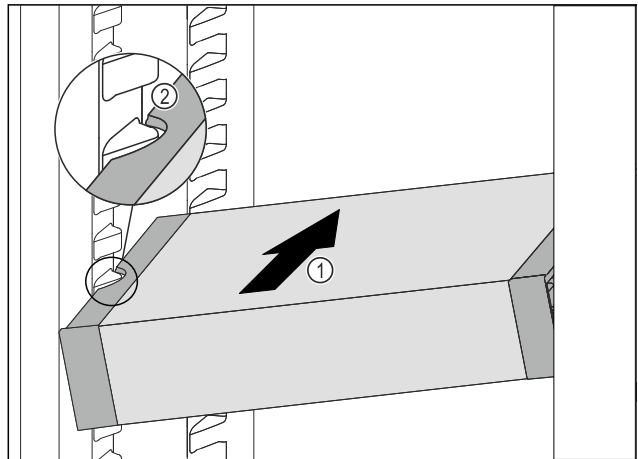

Fig. 207
- VarioSafe schräg in das Kühlteil einschieben Fig. 207 (1), bis sich die seitlichen Aussparungen Fig. 207 (2) des VarioSafes auf Höhe der Behälterrippe im Kühlteil befinden.